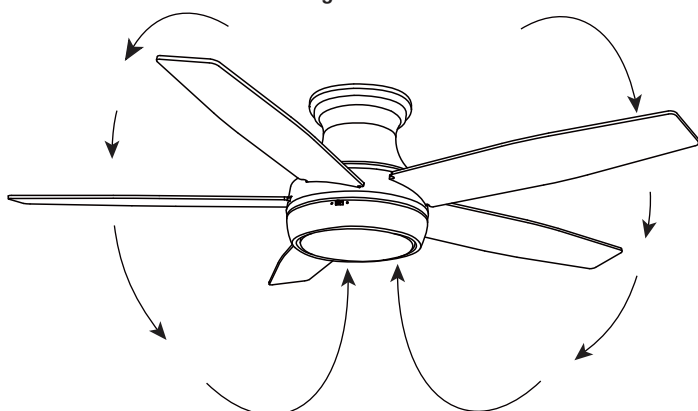

Figure 15
* Temps froid - (Arrière) L'air souffle vers le haut comme indiqué sur la Figure 15 déplace l'air chaud de la zone du plafond. Cela vous permet de régler votre chauffage à une température plus basse sans affecter votre confort.